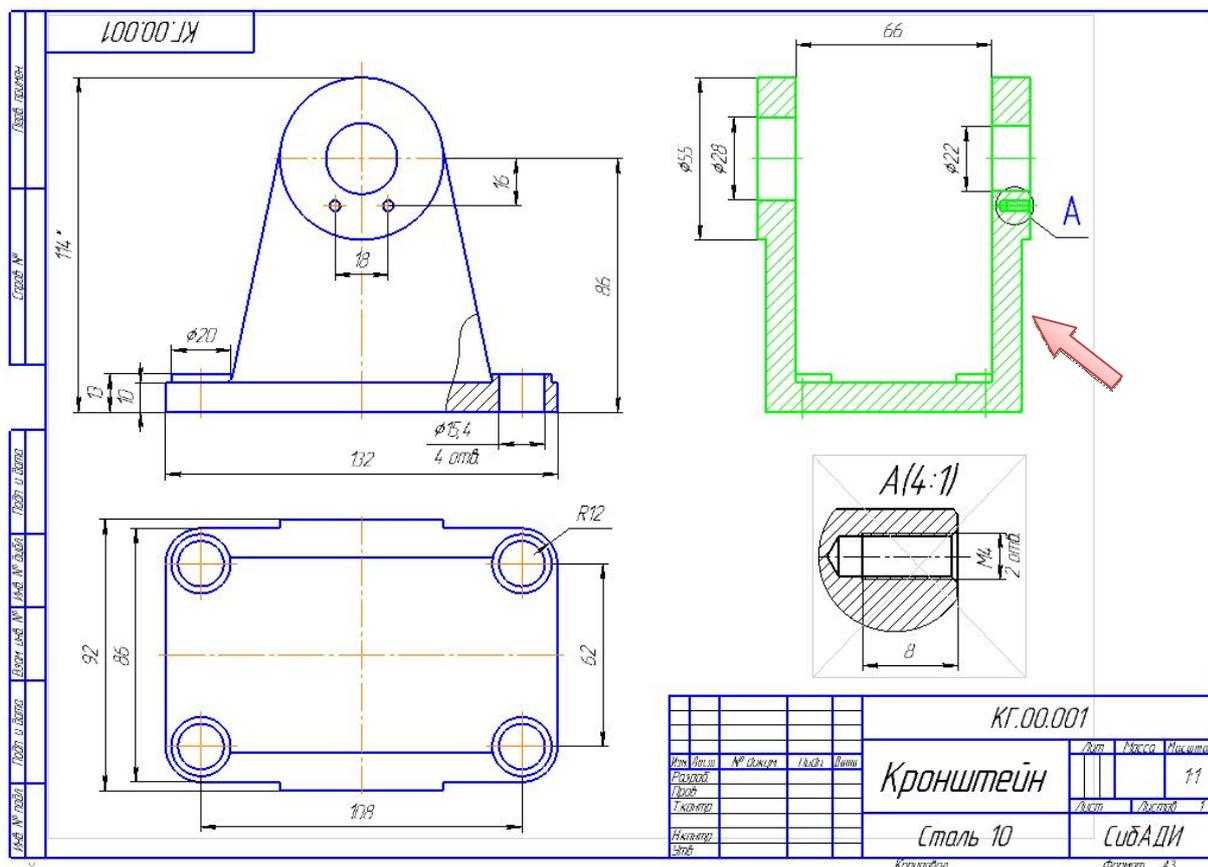

Рис. 4.2. Рабочий чертеж детали «Кронштейн»
- Откройте чертеж детали «Кронштейн», который находится в папке «... \Рабочие чертежи\Кронштейн \_ КГ.00.001» (рис. 4.2).